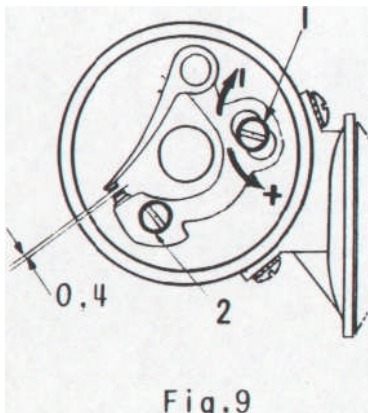

Fig. 9
(Fig. 9 et 10)
Cas SEV : *Régler par la vis (1), bloquer par la vis (2) (Fig. 9)